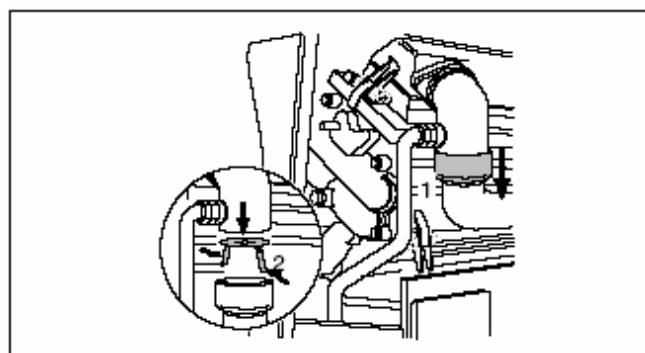

Рис. 45 Замена воздушного сопла
- Снять шланг с дутьевого вентилятора (рис. 45, поз. 1) и вынуть воздушное сопло (рис. 45, поз. 2).